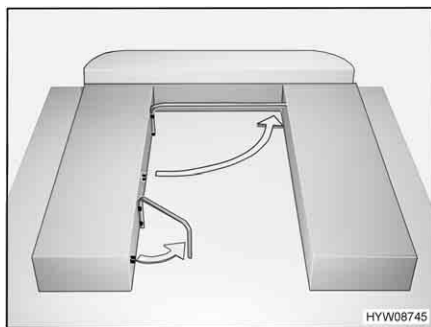

Fig. 44 Preparazione per la trasformazione dei letti
- Sganciare la staffa di supporto del vano sedile sinistro e ruotarla di circa 45° come illustrato nella Fig. 44.